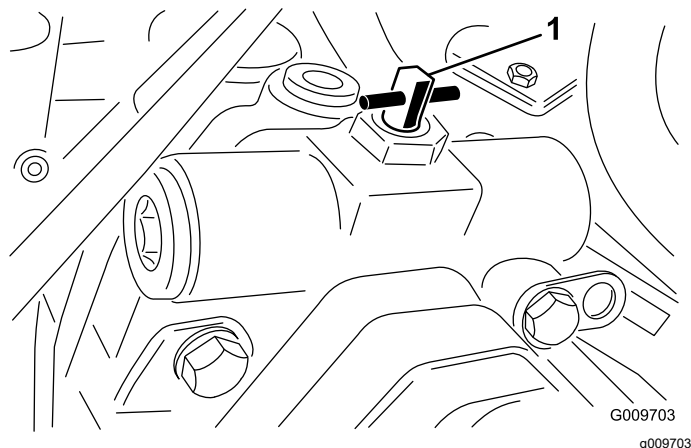

Figura 45
3. Girate la valvola di 90° (1/4 di giro) in qualsiasi direzione per aprirla e consentire al fluido di effettuare il bypass internamente (Figura 45).
2. Girate la valvola di 90° (1/4 di giro) in qualsiasi direzione per aprirla e consentire al fluido di effettuare il bypass internamente (Figura 45).